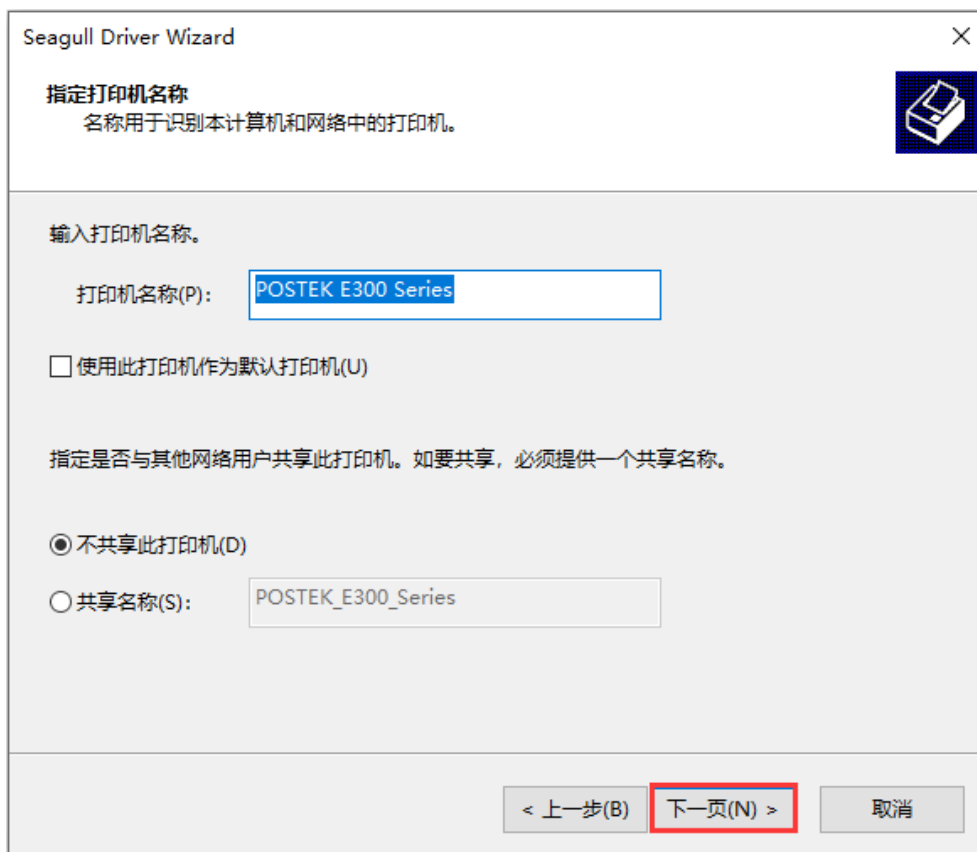

图 2-27 指定打印机名称界面
8. 在“指定打印机名称”界面中，设置打印机名称以及是否将打印机作为默认打印机，如图 2-27 所示，点击“下一页”，完成驱动安装；